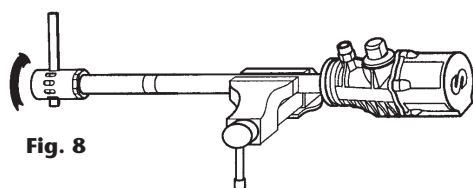

Fig. 8
2. Desenrosque la jaula de aspiración (42) del conjunto filtro de aspiración (39) (fig. 8).